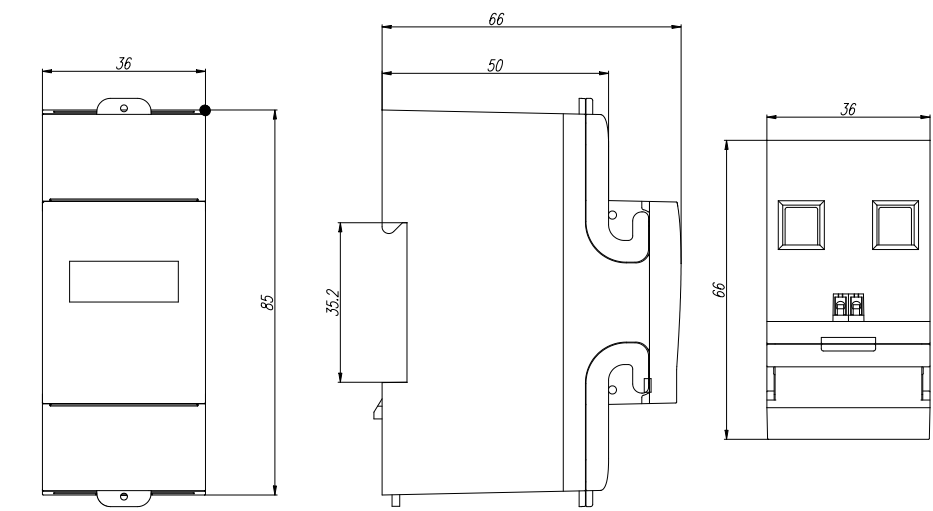

图 6 DDSU666 外形及安装尺寸图
6.1 DDSU666、DDSU666-C 外形尺寸：36mm×85mm×66mm；导轨安装尺寸：35mm ，外形及安装尺寸图如图 6 所示：